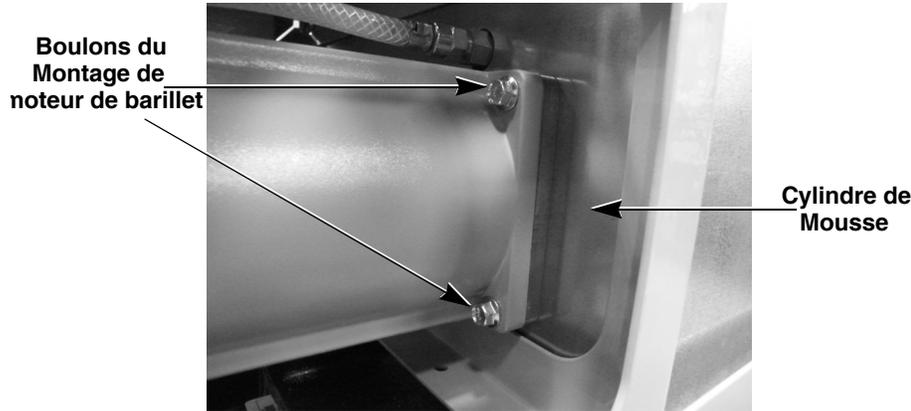

Figure 40. Vue latérale du moteur avec en relief deux des quatre boulons de montage
Le moteur à cylindre ne nécessite aucun alignement particulier pendant le remplacement. Il s'installe sur quatre (4) boulons. Ces boulons sont vissés dans les bossages filetés dans l'assemblage du cylindre de mousse de barillet (voir Figure 40.). Pour remplacer un moteur de barillet, suivre la procédure du Tableau 48.